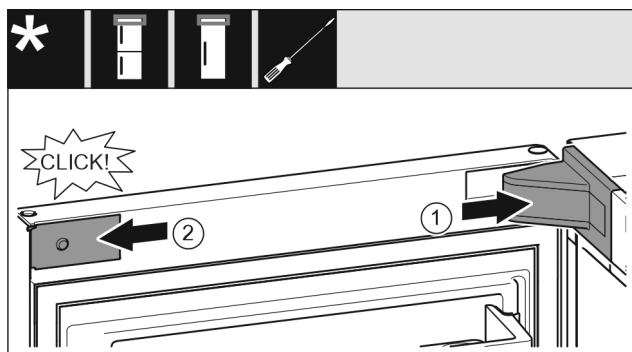

Fig. 59
- Applicare e innestare la copertura del blocco di supporto Fig. 59 (1), eventualmente staccarle l'una dall'altra con cautela.
- Applicare la maschera Fig. 59 (2) sui lati e innestarla.